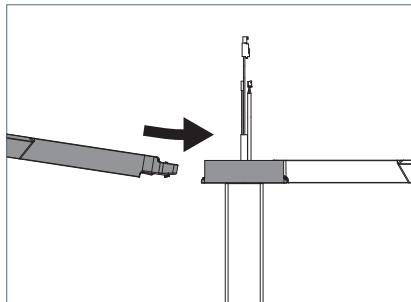

Fig. 8: Montare la testa dell'apparecchio 2.
- ▶ Inserire il braccio di supporto della seconda testa dell'apparecchio con una leggera inclinazione verso il basso nell'adattatore fino alla battuta, vedere Fig. 8.